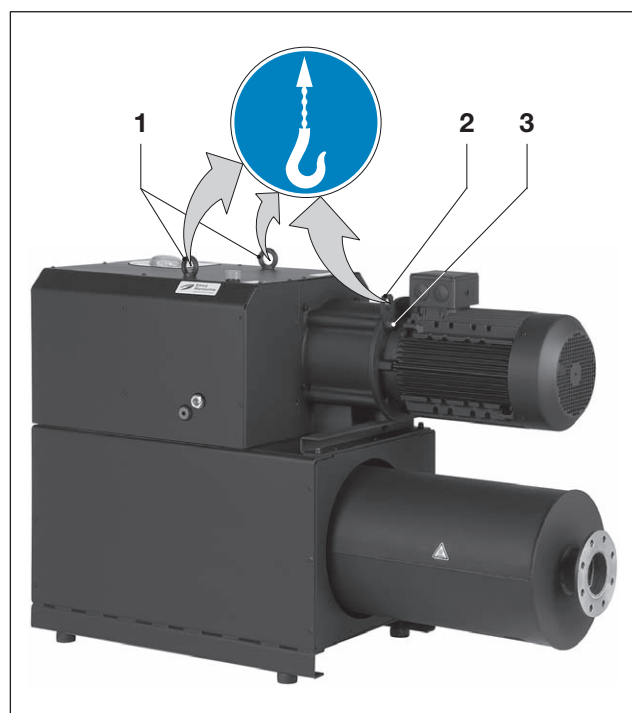

Fig. 1 Sollevamento e trasporto
- a) Serrare le viti ad anello (Fig. 1/1) e la vite di fissaggio (Fig. 1/3) sull'asola di trasporto (Fig. 1/2).